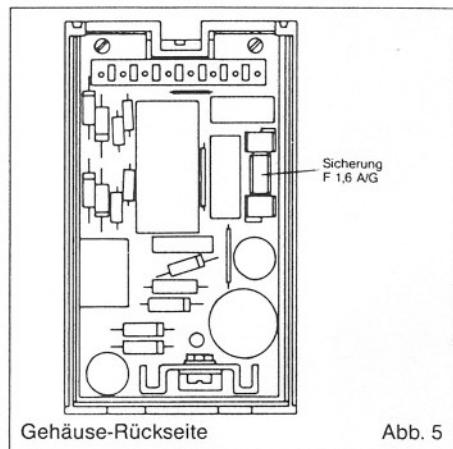

Abb. 5
- Falls nach ca. 1 Minute keine Anzeige des Ausgangssignals erfolgt, Gerät vom Sockel nehmen und Sicherung überprüfen, Abb. 5. Eine Ersatzsicherung befindet sich im Sockel.